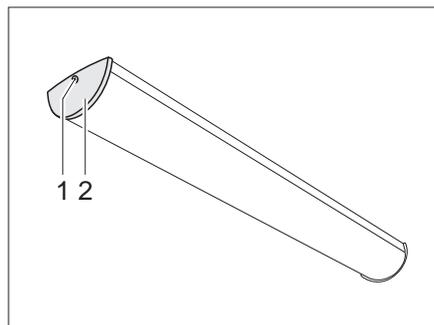

Bild 289 Wohnraumleuchte
- Schraube (Bild 289,1) herausdrehen und Abdeckung (Bild 289,2) abnehmen.